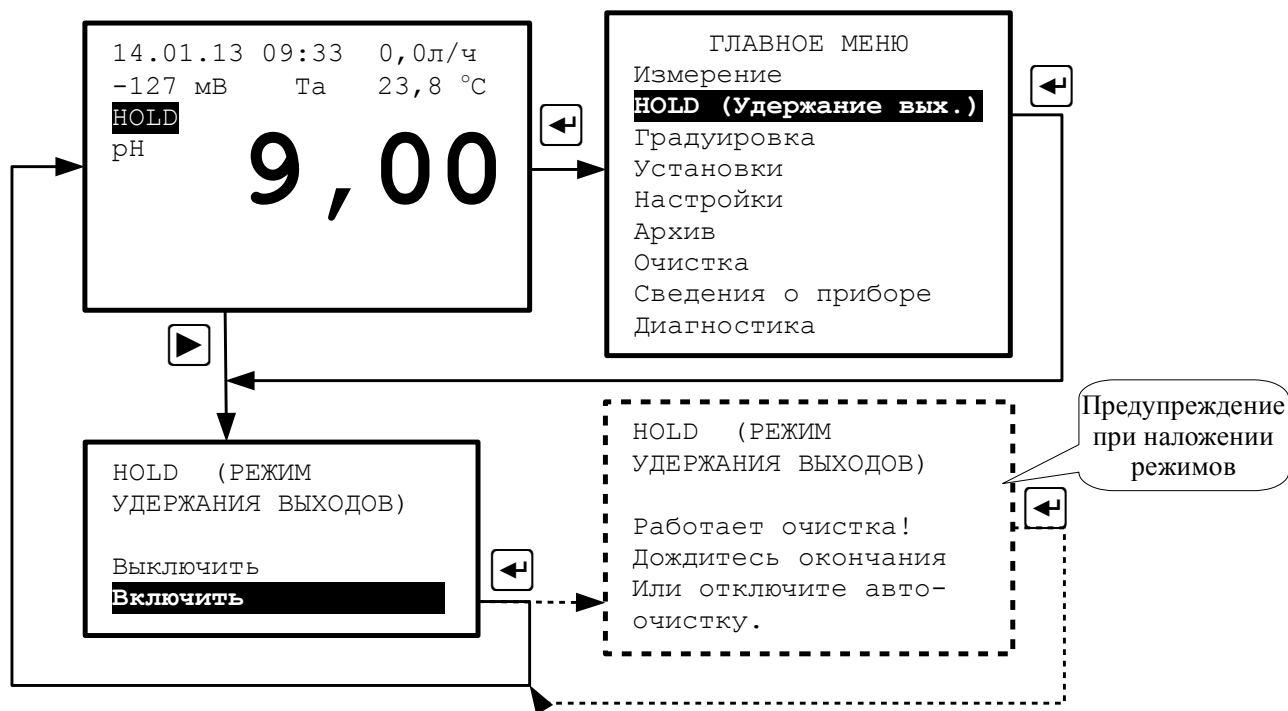

Рисунок 7 - Режим «HOLD»
3.3.2.5 Режим «HOLD» (Рисунок 7) используется при необходимости проведения настроек, изменения установок, при проведении градуировки по буферным растворам. В этих случаях резкие изменения выходных сигналов могут повлиять на состояние системы управления верхнего уровня. При включении режима «HOLD» текущие выходные аналоговые сигналы и текущие состояния реле (реле № 1 и реле № 2) «замораживаются».